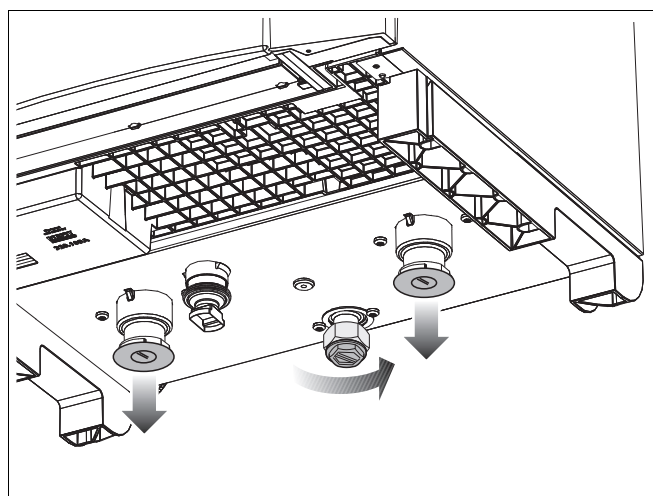

Fig. 9 Rimozione dei tappi di protezione
- Rimuovere i tappi di protezione ubicati nella parte inferiore della caldaia (fig. 9).